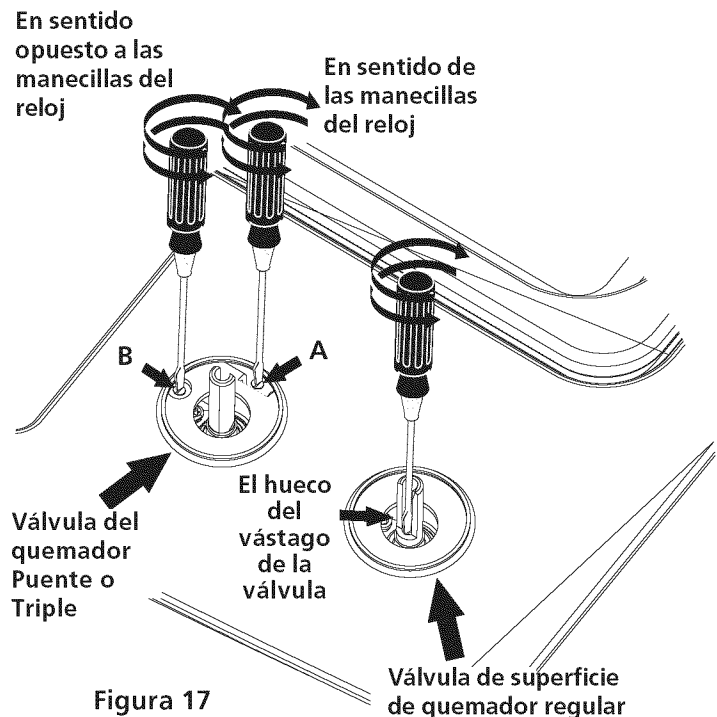

Figura 17
2. El quemador se deberá encender en cuatro (4) segundos para un funcionamiento normal, luego de que el aire haya sido purgado de la tubería de suministro de gas. Controle visualmente que el quemador se hay encendido.
4. Ajuste bajo ("LO") ara la válvula de los quemadores de superficie (Figura 17)
5. Ajuste bajo "LOW" para la válvula de quemador de superficie puente o triple (Figura 17) (algunos modelos)